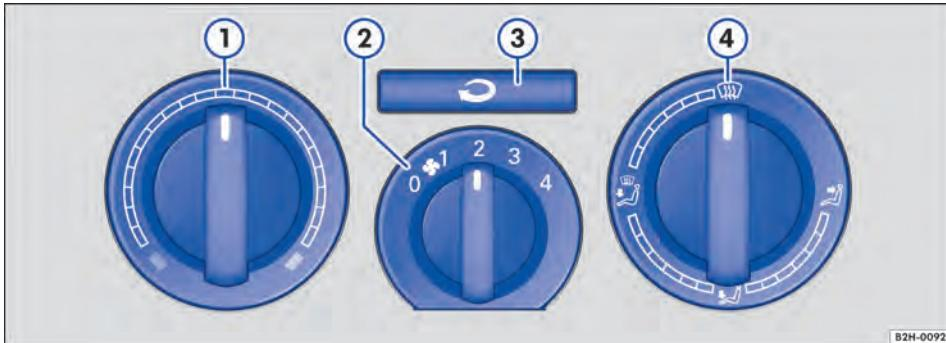

Fig. 84 No painel de instrumentos: comandos do sistema de ventilação e aquecimento.
→ Fig. 84 ②.
Regular a temperatura com o botão rotativo esquerdo → Fig. 84 ①.
Com o regulador direito → Fig. 84 ④ é regulada a distribuição de ar:
Com o regulador direito ☛ → Fig. 84 ④ o para-brisa é descongelado e desembaçado o mais rápido possível (função de desembaçamento):
Com o botão ☛ → Fig. 84 ⑤ ligue e desligue o modo de recirculação de ar → Página 91.